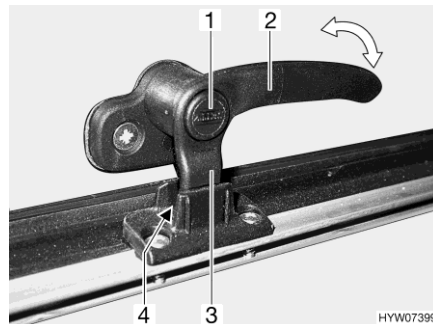
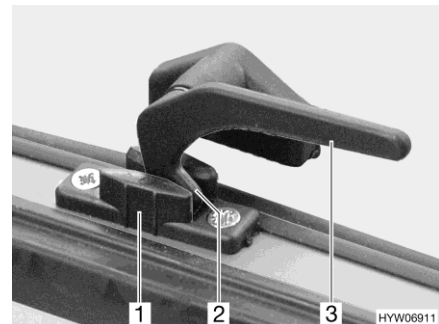

Fig. 124 Levier de verrouillage avec bouton de sécurité en position "Aération permanente"
Fig. 125 Levier de verrouillage en position "Aération permanente"
- En position "Aération permanente" (Fig. 124 et Fig. 125)
- S'il existe, appuyer sur le bouton de sécurité (Fig. 124,1) et le maintenir enfoncé.
- Tourner tous les leviers de verrouillage (Fig. 124,2 ou Fig. 125,3) d'un quart de tour vers le centre du lanterneau.
- Remettre tous les leviers de verrouillage en position initiale. Le tenon de verrouillage (Fig. 124,3 ou Fig. 125,2) doit pénétrer dans le logement du verrouillage du lanterneau (Fig. 124,4 ou Fig. 125,1).